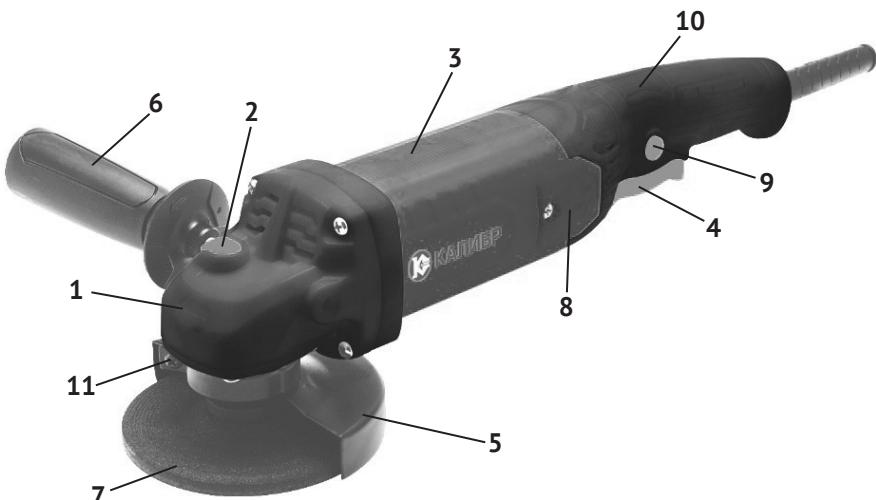

рис. 1
1.6 Общий вид шлифмашины схематично представлен на рис.1
1.7 Шлифмашина состоит из коллекторного двигателя в пластиковом корпусе (рис.1 поз.3) и редуктора, расположенного в металлическом корпусе (рис.1 поз.1). Крутящий момент с якоря электродвигателя через редуктор из 2-х конических шестерён, под углом 90° передаётся на шпиндель. На резьбу (M14) шпинделя крепится рабочий инструмент (отрезной, полировальный круг, рис.1 поз.7). Шлифмашина комплектуется дополнительной рукояткой (рис.1 поз.6), с возможностью крепления к корпусу редуктора в 2-х позициях (справа или слева).
1.8 Клавиша выключателя (рис.1 поз.4) расположена в нижней части рукоятки (рис.1 поз.10) состоящей из 2-х половин (правой и левой), крепящейся к корпусу двигателя. Включение шлифмашины осуществляется нажатием на клавишу выключателя указательным пальцем. Во избежание самопроизвольного включения инструмента, выключатель снабжён блокировкой клавиши (кнопка блокировки, рис.1 поз.9, расположена на левой части рукоятки).
- установить боковую рукоятку (рис.1 поз.6) в удобное для работы положение;
- ослабив болт крепления (рис.1 поз.11), повернуть защитный кожух (рис.1 поз.5) вокруг оси шпинделя в положение, при котором он будет закрывать большую часть рабочего круга, обращённого к оператору;
Включение шлифмашины: нажав и удерживая кнопку блокировки (рис.1 поз.9), нажать клавишу выключателя (рис.1 поз.4), двигатель запустится. Выключение – отпустить клавишу выключателя, клавиша и кнопка блокировки (со щелчком) возвратятся в исходное положение – выключено/заблокировано.
3.2 Для замены щёток необходимо: открутить винт крепления, снять накрышки щёткодержателей (рис.1 поз.8), извлечь использованные щётки из щёткодержателей и заменить их новыми. Щётки следует заменять парой для обеспечения равной степени их давления на коллектор якоря.